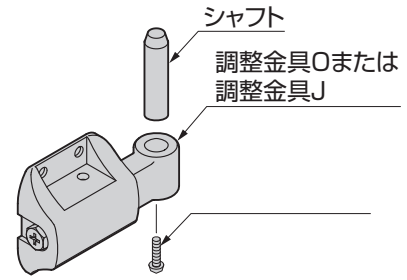

図4-3 シャフト取外し図
- ①調整金具O・Jの場合は図4-3のように下側のシャフト取付ネジを外し、シャフトを抜いてください。
- ②ジョイントを下側調整金具の持送り部に挿入し、ジョイント固定ネジを付属の六角レンチで締めつけてください。